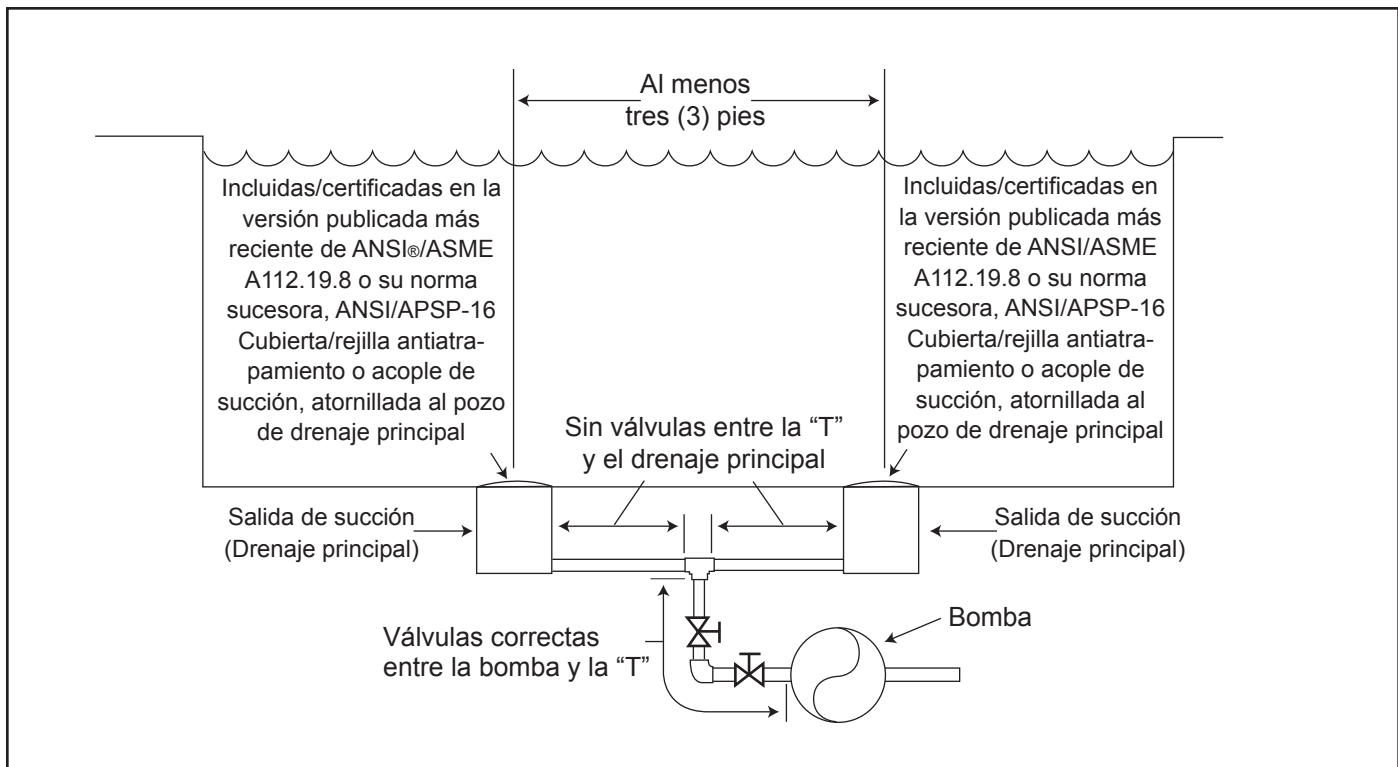

Figura 1. Cantidad de salidas de succión por bomba
**Cantidad de salidas de succión por bomba** – Proporcione al menos dos (2) drenajes principales balanceados hidráulicamente con cubiertas, como salidas de succión para cada línea de succión de la bomba de circulación. Los centros de los drenajes principales (salidas de succión) de cualquier una (1) línea de succión deben estar a al menos tres (3) pies de distancia de centro a centro. Consulte la Figura 1.
El sistema **debe** incluir al menos dos (2) salidas de succión (drenajes) conectadas a la bomba siempre que la bomba esté en funcionamiento. Sin embargo, si dos (2) drenajes principales van a una única línea de succión, la única línea de succión puede estar equipada con una válvula que apague ambos drenajes principales desde la bomba. El sistema se construirá de tal modo que no permita el cierre o el aislamiento separado independiente de cada drenaje. Consulte la Figura 1.